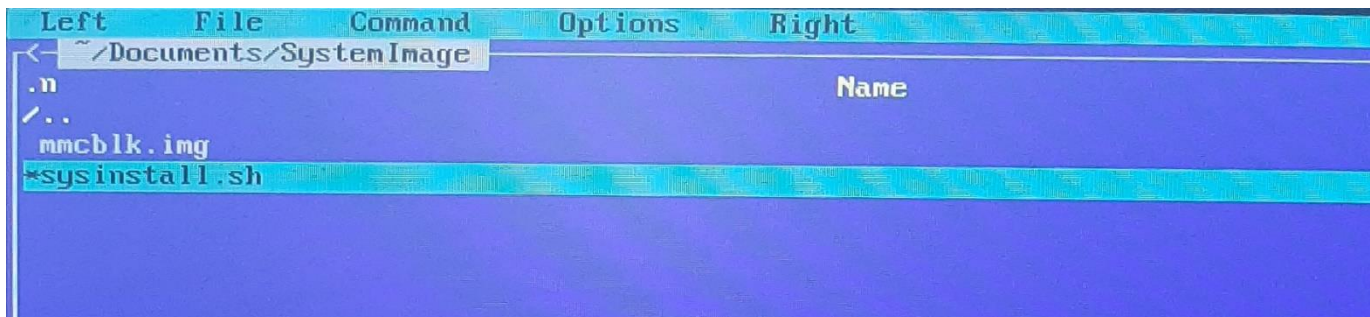

Рис. 19
- перейти в каталог `/home/test/Documents/SystemImage` (Рис.19)